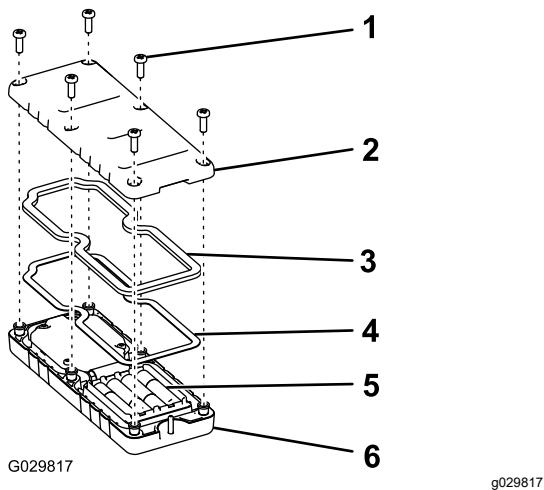

Figura 40
1. Togliete le 6 viti dalla parte posteriore del telecomando e togliete il coperchio (Figura 40).
5. Riposizionate il coperchio e fissatelo con le 6 viti precedentemente rimosse (Figura 40) e serratele a una coppia di 1,5–1,7 N·m.